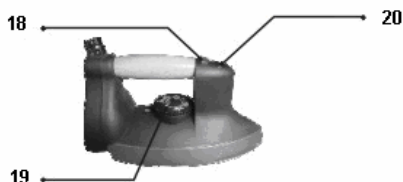

Imagen 6
- a.) Ponga la temperatura de la plancha a la temperatura adecuada para el tejido que vaya a planchar (véase imagen 6).